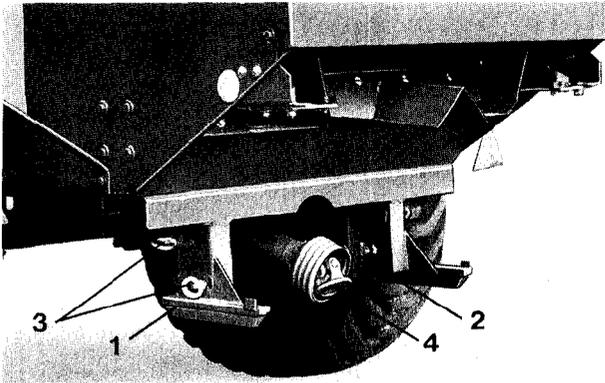
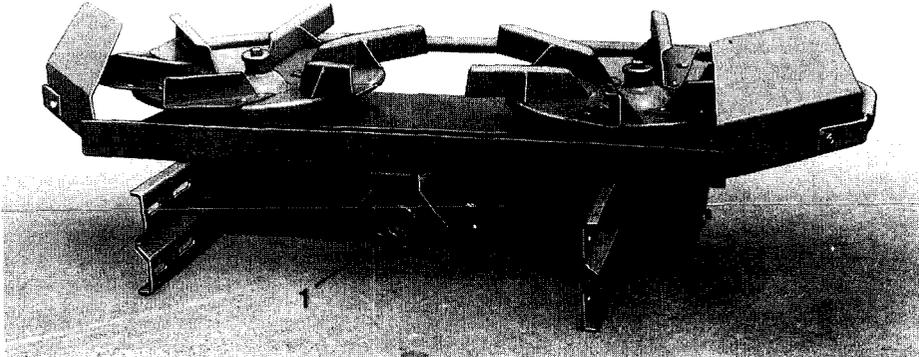

Fig.52
Fig.53
Zum Anbau wird das Zweischeibenstreuwerk bis zum Anschlag in die Schnellkupplung (Fig. 52/1) des Großflächenstreuers eingeschoben. Das Streuwerk ist mit Knebelschrauben (Fig. 52/2) und Ringmuttern (Fig. 52/3) zu sichern. Die Gelenkwelle (Fig. 52/4) auf den Flansch der Freilaufkupplung (Fig. 53/1) am Streuwerk aufstecken und mit drei Skt.-Schrauben anziehen.
**Achtung!** Der Großflächenstreuer darf **nicht** mit der Zapfwelle angetrieben werden, wenn das Zweischeibenstreuwerk abgebaut ist. Die unter dem Großflächenstreuer vorlaufende, freihängende Gelenkwellenhälfte (Fig. 52/4) könnte zerstört werden. Gegebenenfalls ist die Gelenkwellenhälfte zu demontieren.